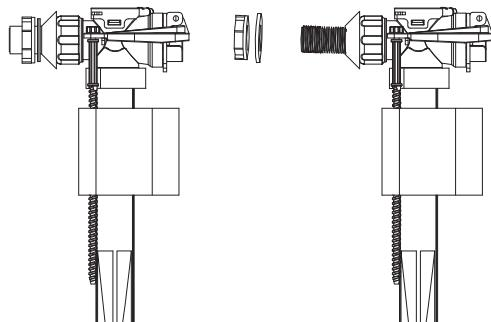

Рис. 2 / 2-сур.
- Открутите крепежную гайку на впускном клапане (рис. 2).